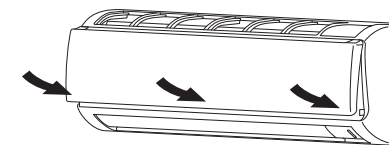

Fig. 3-45
- (b) Appuyer sur les coins inférieurs droit et gauche au centre de la grille d'arrivée d'air pour le fixer dans l'unité intérieure. (Fig. 3-45)